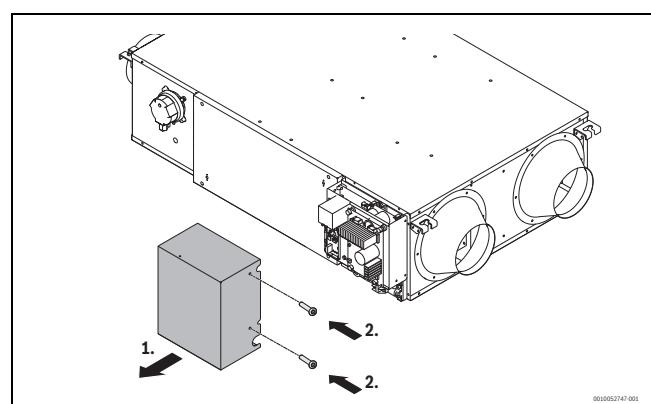

Fig. 11
- Retirar los tornillos de la posición mostrada en la fig. 11